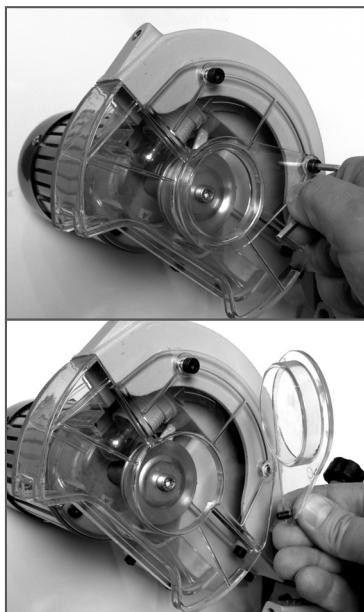

Рис. 3 Снятие крышки защитного кожуха
- Используя ключ шестигранный 4 мм из комплекта поставки, выкрутите винт крепления крышки защитного кожуха и снимите крышку (Рис. 3).